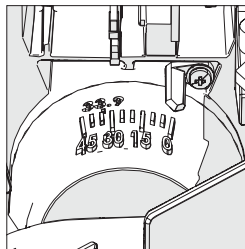

Fig. 23
- Inclinez la tête de coupe vers l'angle requis. Une échelle goniométrique est fournie pour aider à la configuration. (Fig. 23)